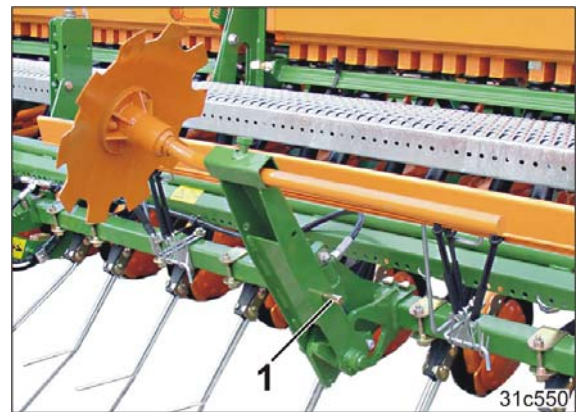

Fig. 199
1. Den Spurscheibenträger festhalten, den Bolzen (Fig. 199/1) entfernen und den Spurscheibenträger nach unten schwenken. Der Bolzen ist mit einem Federstecker gesichert.